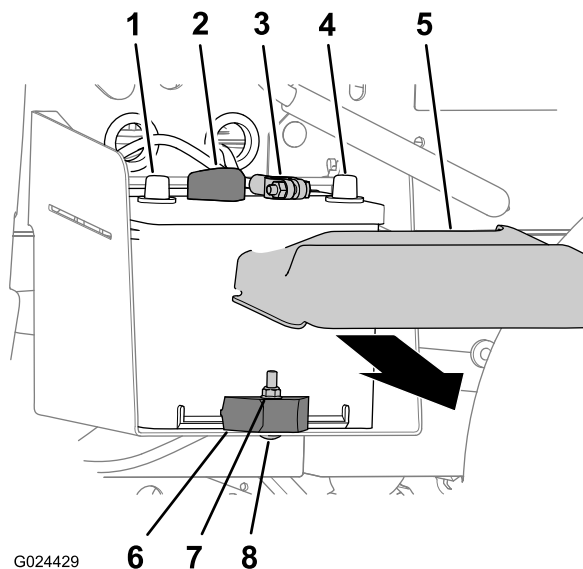

Figure 37
1. Déposez le couvercle au sommet de la batterie (Figure 37).
2. Débranchez le câble positif de la borne de la batterie (Figure 37).
3. Débranchez le câble négatif de la borne de la batterie (Figure 37).
2. Retirez le contre-écrou, le boulon de carrosserie et la barrette qui fixent la batterie à son support (Figure 37).
3. Enlevez la batterie de son support (Figure 37).
1. Alignez la batterie sur son support sur la machine (Figure 37).
**Remarque:** Vérifiez que les bornes positive et négative de la batterie sont alignées comme montré à la Figure 37.
2. Fixez la batterie à son support au moyen de la barrette de maintien, du boulon de carrosserie et du contre-écrou (Figure 37).
1. Rebranchez le câble négatif à la borne de la batterie (Figure 37).
2. Rebranchez le câble positif à la borne de la batterie (Figure 37).
3. Reposez le couvercle au sommet de la batterie (Figure 37).